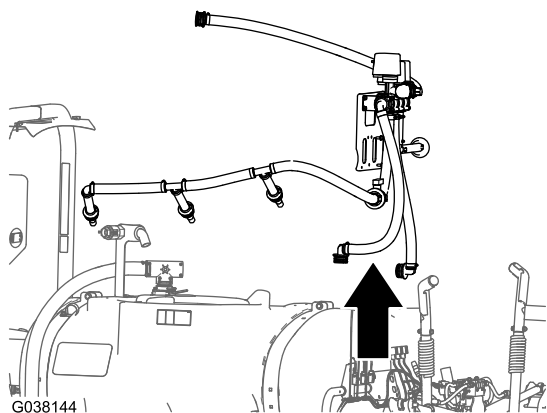

Figura 27
2. Retire el soporte, las válvulas, las mangueras y las boquillas de agitación de la máquina (Figura 27).